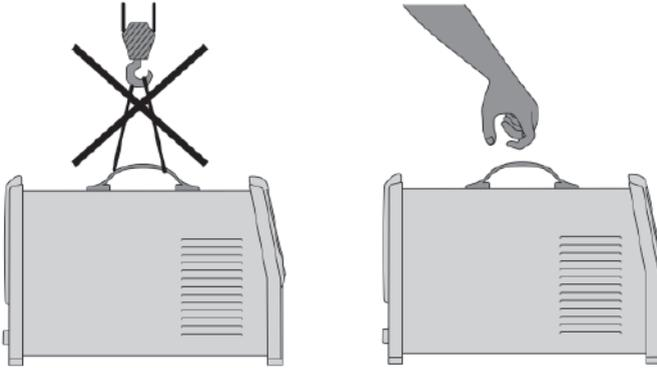

Рис. 6.4.1. Переноска сварочного аппарата.
**Не переносите сварочный аппарат грузоподъёмными механизмами. Используйте ручку для транспортировки (см. рис. 6.4.1).**